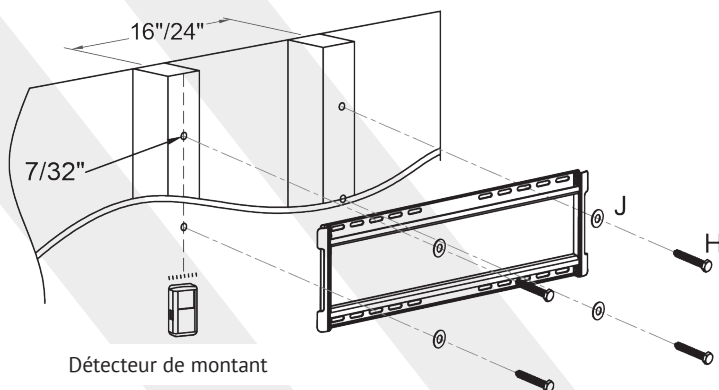

Figure 2 (garder la plaque murale à niveau)
- Fixer la plaque murale à l'aide des vis tire-fonds (H) et des rondelles (J) (Figure 2)